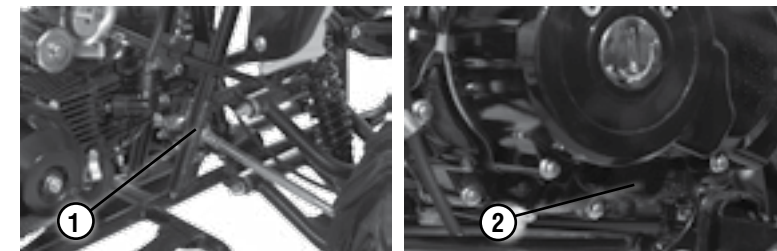

Рис. 1 Расположение номеров рамы и двигателя
- 2 Соответствие номеров рамы и двигателя на мотовездеходе с занесенными в раздел 6 (информация об изделии) «Сервисной книжки». Номер рамы отштампован на правой передней трубе, перед двигателем (рис. 1, поз. 1); серийный номер двигателя отштампован на левой стороне нижней части картера двигателя (рис. 1, поз. 2).